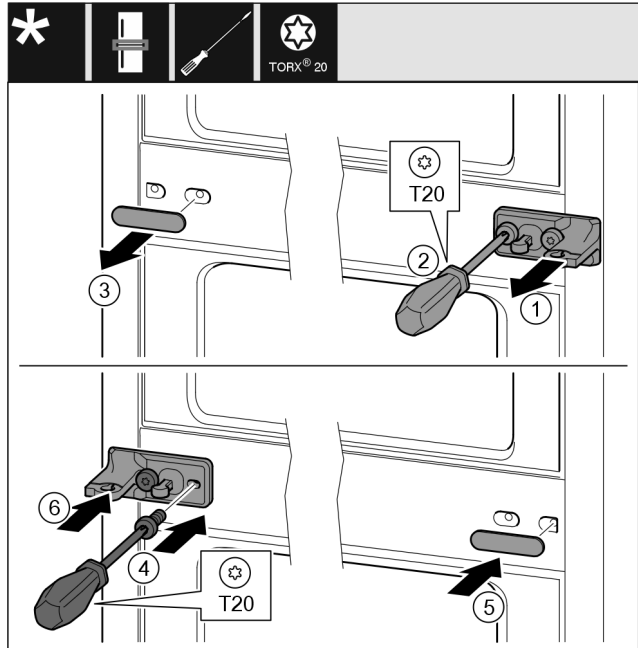

Fig. 12
- ▶ Sluitring Fig. 12 (1) wegnemen.
- ▶ Schroeven Fig. 12 (2) met een schroevendraaier er uit draaien.
- ▶ Afdekking Fig. 12 (3) voorzichtig wegtrekken.
- ▶ Lagerbok met folie Fig. 12 (4) 180° gedraaid aan de andere zijde goed vastschroeven.
- ▶ Afdekking Fig. 12 (5) 180° gedraaid op de andere zijde aanbrengen.
- ▶ Sluitring Fig. 12 (6) van voren af erop schuiven.